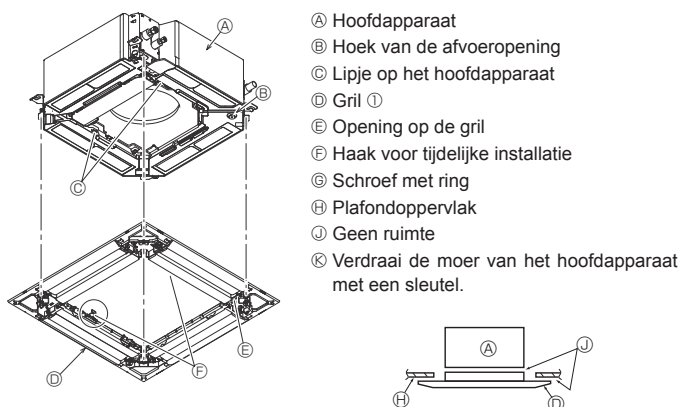

Fig. 9-6
9.4.2. Tijdelijke installatie van de grill (Fig. 9-6)
- Zet de grill aan het hoofdapparaat vast door de eerder geïnstalleerde schroeven aan te draaien. (Fig. 9-6)
Let er goed op dat er geen ruimte blijft tussen het hoofdapparaat en de grill of tussen de grill en het plafondoppervlak. (Fig. 9-6)